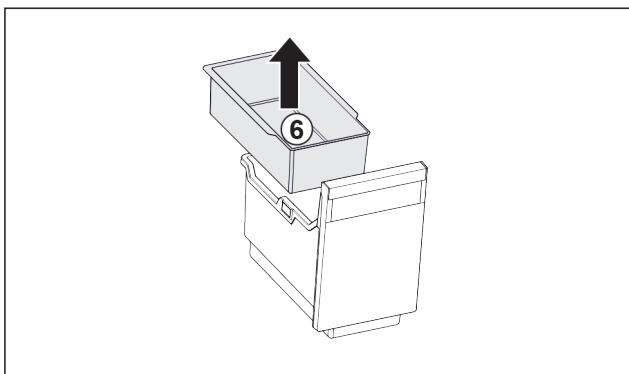

Fig. 105
- ▶ Вийняти підвісний лоток Fig. 105 (6).